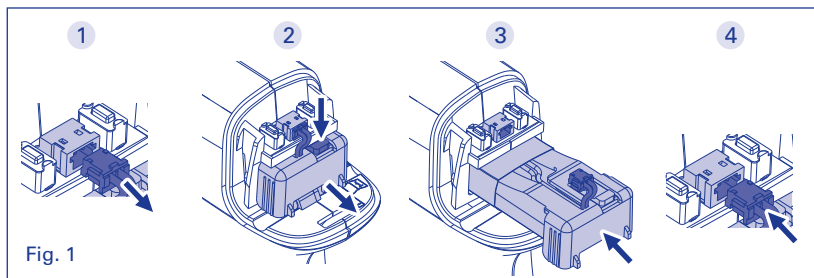

Fig. 1
- Plug the charger after fitting the correct wall adapter (Fig. 1) into a suitable power outlet. Battery charging is indicated with three light bars (Fig. 2).
If necessary, battery can be replaced easily by user, without any tools (Fig. 1):
- Ladegerät nach Wahl des richtigen Netzteils (Abb. 1) in die Wandsteckdose stecken. Die Ladeanzeige der Batterien wird durch drei Leuchtbalken angegeben (Abb. 2).
Falls erforderlich, kann die Batterie vom Benutzer ohne Werkzeug einfach ersetzt werden (Abb. 1):
- Brancher le chargeur à une prise murale, après sélection de la prise souhaitée (Fig. 1). La charge est visible grâce à trois indicateurs (Fig. 2)
Si nécessaire, la batterie peut être facilement remplacée par l'utilisateur, sans outil (Fig. 1):